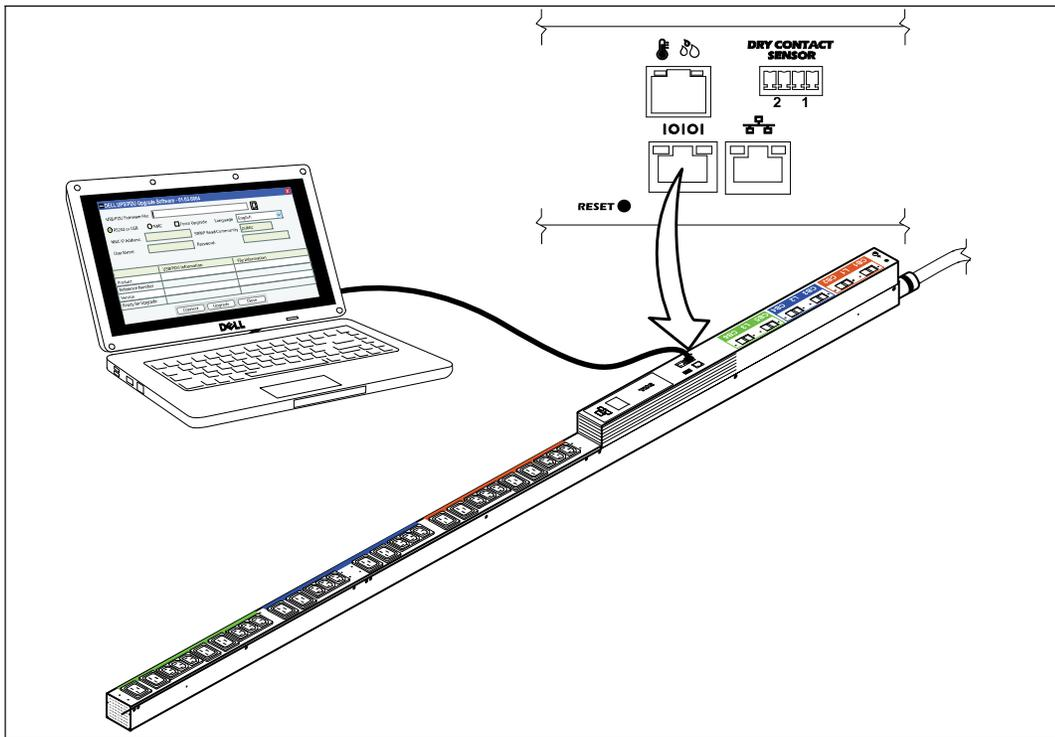

Figure 26. Connexion du PC au port série du rPDU
- 3 Branchez le connecteur RJ-45 du câble série au port de connexion série du rPDU (voir Figure 26).
- 1 Vérifiez que le rPDU à mettre à niveau est alimenté et correctement connecté au port PC COM au moyen du câble RJ-45-to-DB-9 (RS-232) (voir Figure 26).